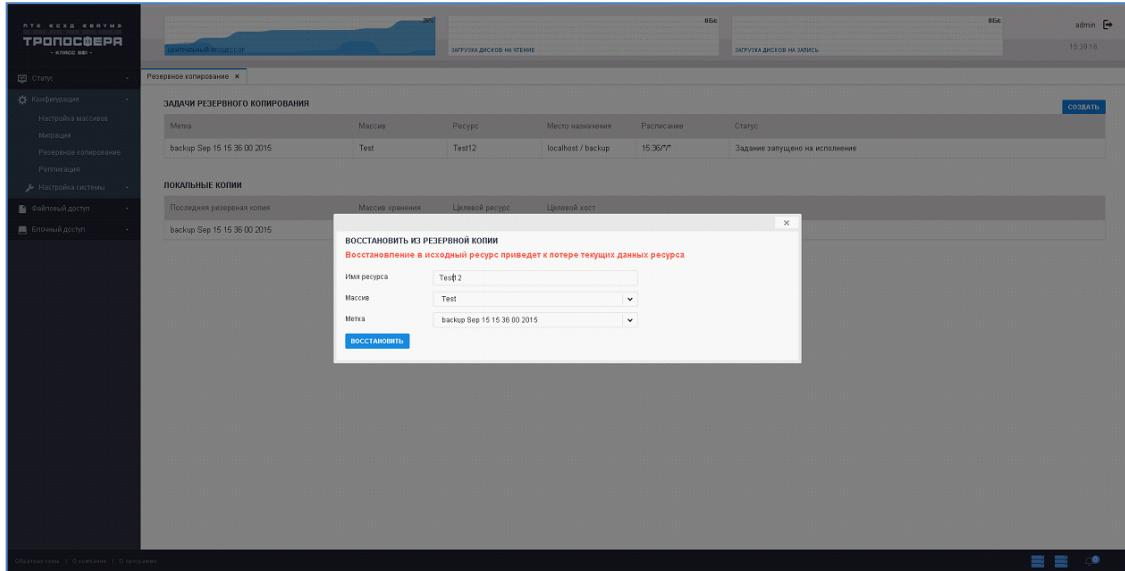

Рисунок 34 - Модальное окно восстановления из резервной копии
- метку из списка доступных меток (Рисунок 34).